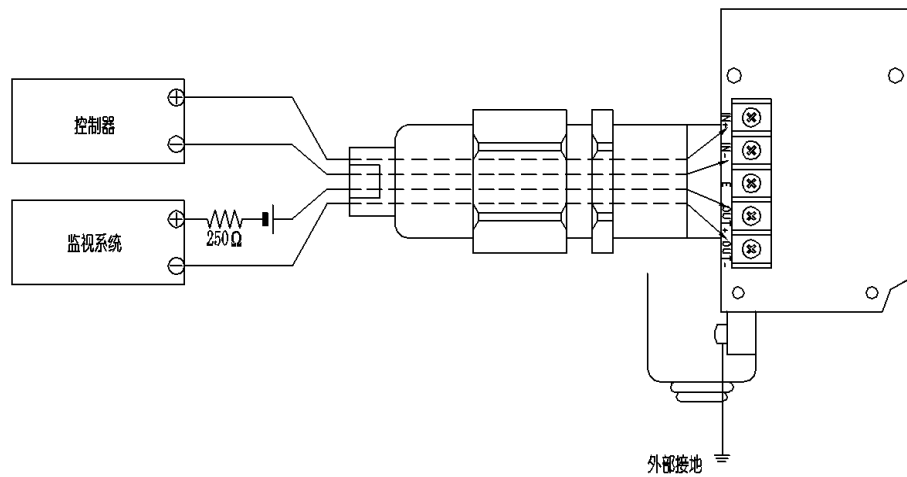
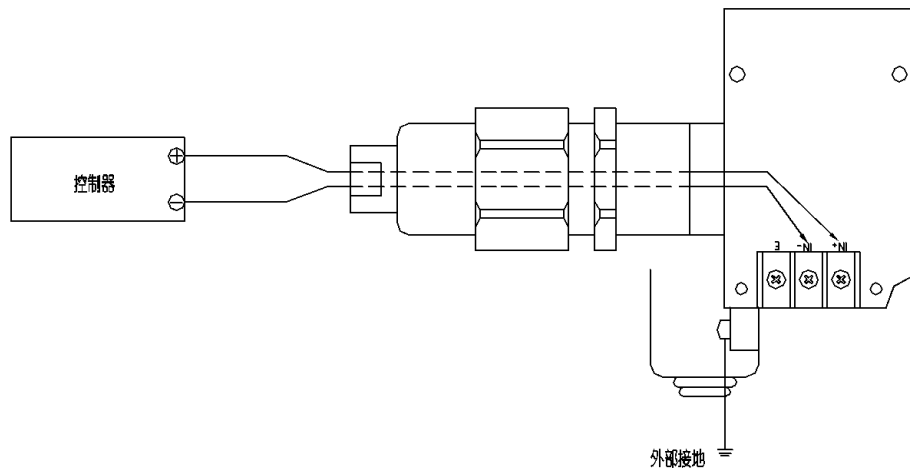

图 1. 3101 型定位器（4 线电缆）电气连线图
图 2. 3100 型定位器（2 线电缆）电气连线图
- ◇ 带位置反馈 3101 型定位器采用 4 线连接(图 1 所示)，不带位置反馈 3100 型采用 2 线连接(图 2 所示)。